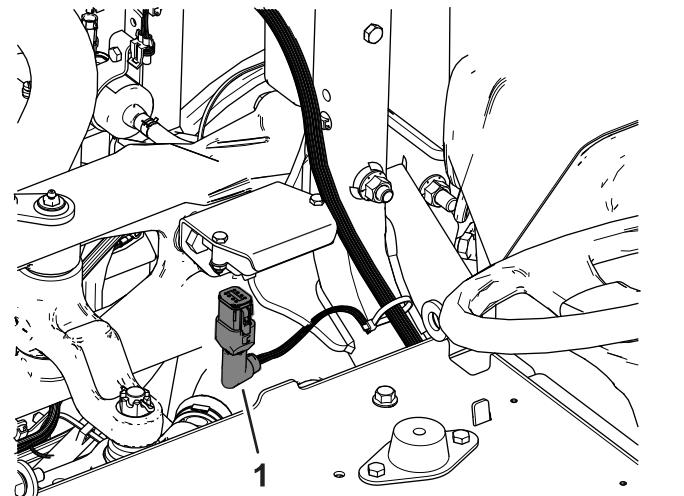

Рисунок 5
6. Вставьте прямоугольный разъем в датчик (Рисунок 5 и Рисунок 8).